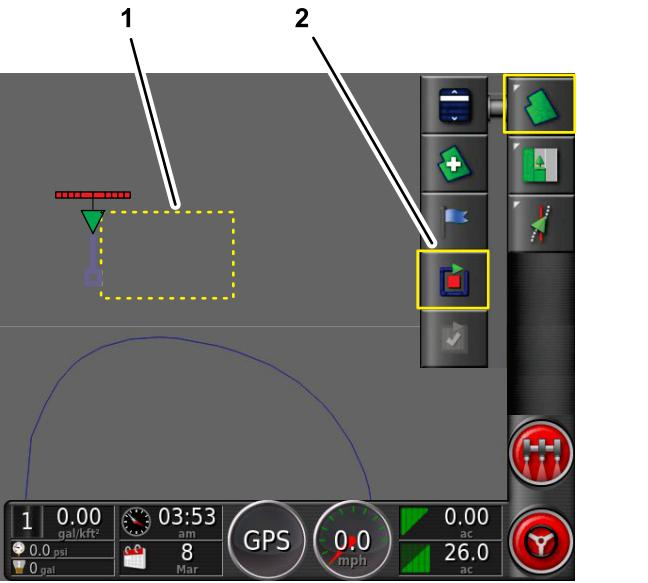

Figura 46
- Allineate la parte centrale esterna dello pneumatico anteriore sinistro con il primo punto del confine del campo a lati diritti, quindi fermate la macchina (Figura 46).